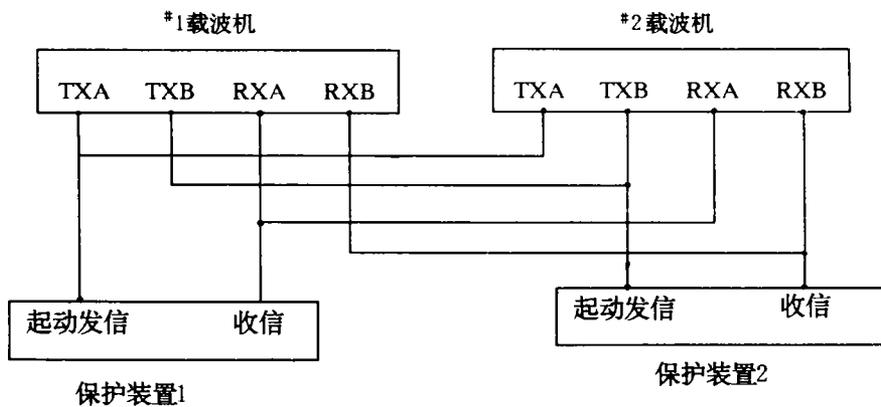

图 2
1.2 一对二接线方式。即一套保护装置对应两台载波机,其接线框图如图 2。